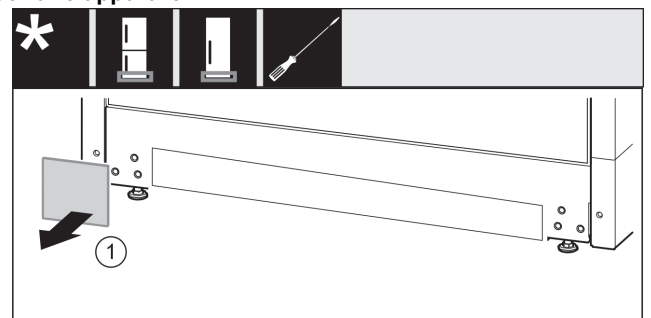

Fig. 12
- ▶ Afdekking verwijderen. Fig. 12 (1)